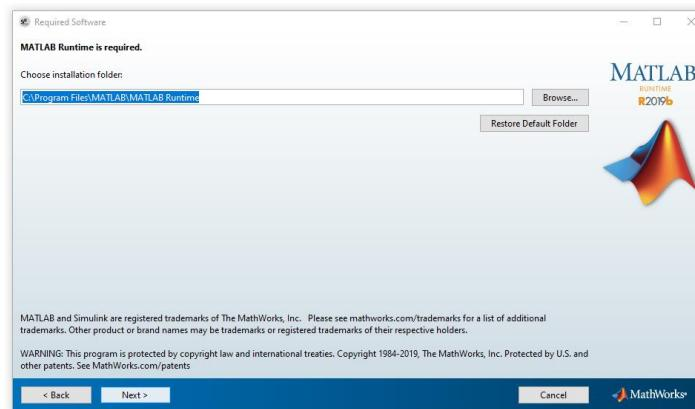

Figura 2-4 Ventana de ruta de instalación de Rumtime
- Posteriormente, el asistente solicitará la ruta de la carpeta en la que se instalará el Rumtime de Matlab (ver Figura 2-4). Puede dejar la ruta sugerida por el asistente de instalación (**C:\Program File\MATLAB\MATLAB Runtime**); sin embargo, puede modificarla por la ruta de su preferencia. haga clic en el botón **Next >** (ver Figura 2-4)